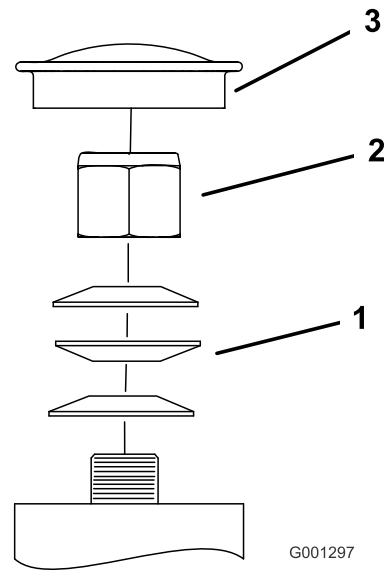

Figura 59
3. Retire el tapón guardapolvo de la rueda giratoria y apriete la contratuercas (Figura 59).
4. Apriete la contratuercas hasta que las arandelas de muelle estén planas, luego afloje 1/4 de vuelta para establecer la pre-carga correcta de los cojinetes (Figura 59).
Importante: Asegúrese de que las arandelas de muelle están correctamente instaladas, según se muestra en Figura 59.
5. Coloque el tapón guardapolvo (Figura 59).